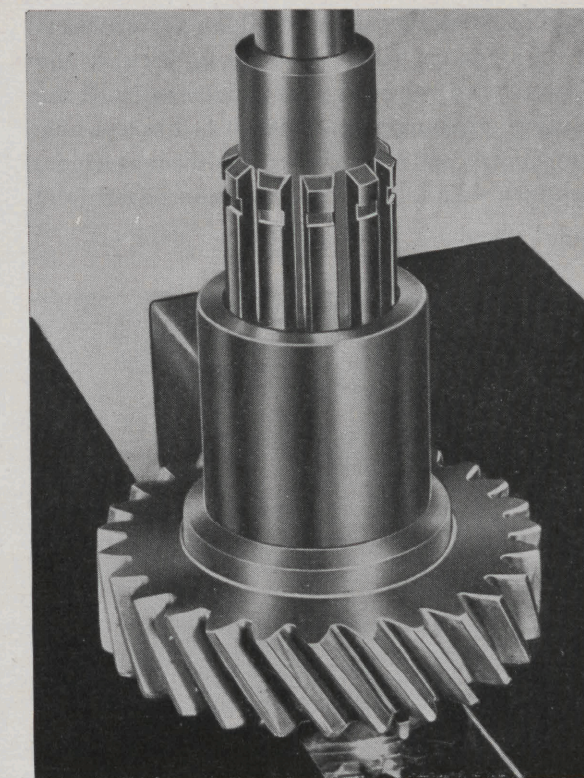

Bild 20. Isärtagning av huvudaxel.
3. Tag bort låsringen på axelns framände. Stöd under 2:ans kugghjul (20) och pressa ut axeln, bild 20.
5. Tag bort tätningsringen (41) från bakre locket (39) och tag ut hastighetsmätarhjulet (38). Vid behov borttages låsringen och kullagret (37) pressas ut.